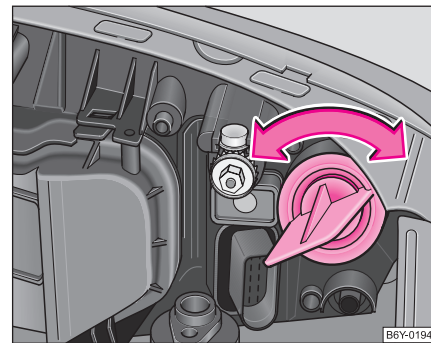

Fig. 178 Demontarea becului cu incandescență al luminii de semnalizare din față
- Scoateți becul cu soclul, rotind spre stânga soclul ⇒ fig. 178.